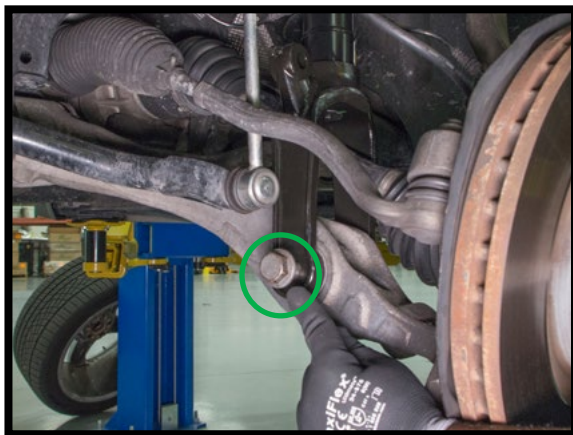

图10
2. 安装减震器底部固定螺栓和螺母，请按照制造商的规范拧紧。(图10·11)